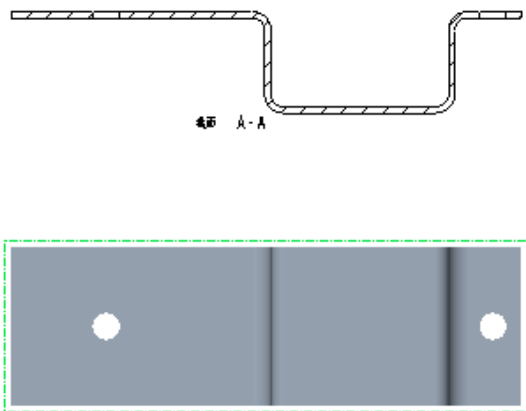

图 8-31 插入投影视图
(2) 在父项视图下方“投影通道”的适当位置处单击，插入该投影视图，如图 8-31 所示。